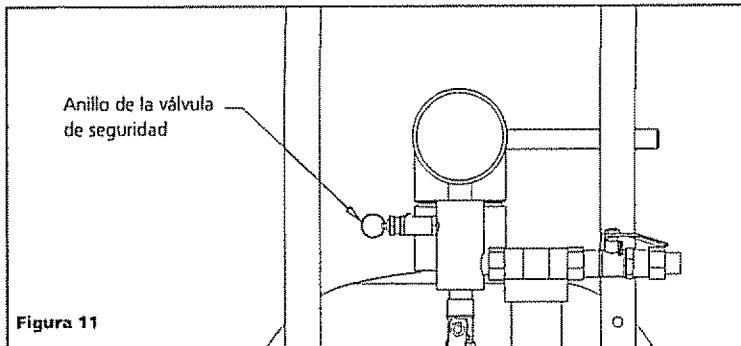

Figura 11
9. Verifique la válvula de seguridad halando el anillo de la válvula de seguridad (ver figura 11). La válvula dejará salir un flujo de aire fuerte y continuo. Observe el manómetro del tanque: la presión de aire deberá disminuir. Si entra más aire de la que sale por la válvula de seguridad, la válvula de seguridad está bloqueada y debe reemplazarse. Cambie la válvula de seguridad con un repuesto idéntico.